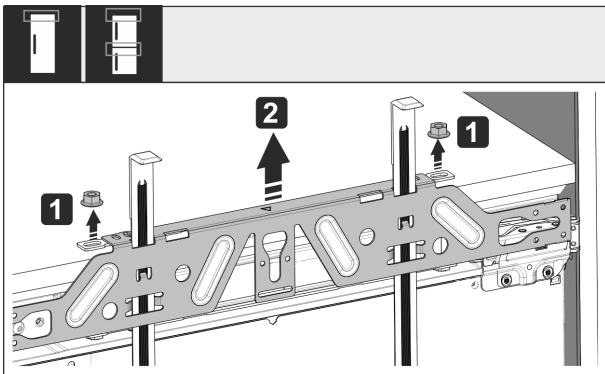

Fig. 54
- ▶ Uvoľnite poistné matice Fig. 54 (1).
- ▶ Odoberte upevňovaciu traverzu Fig. 54 (2).